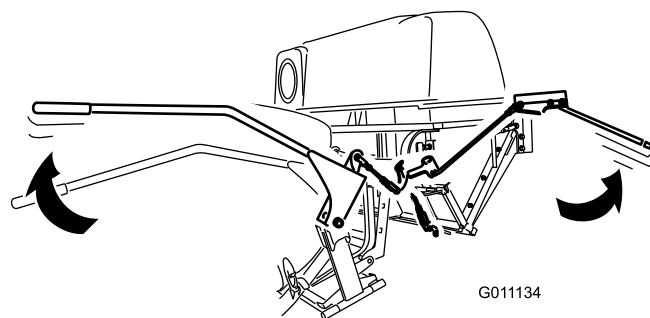

Figure 33
3. Abaissez la poignée pour fermer le volet (Figure 33).